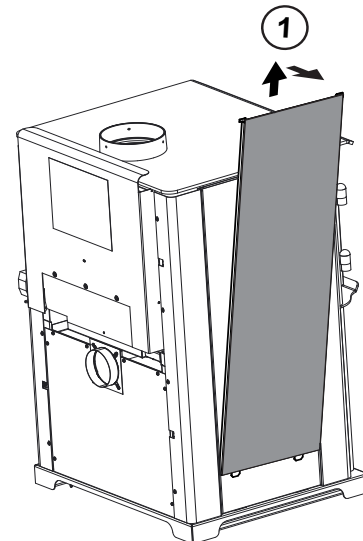

Figure 24.3
1. Retirez le panneau complet du côté en le soulevant et en le retirant de l'appareil (utilisez un outil plat afin de forcer le bas au besoin) (**Figure 24.3**).
2. Retirez le cadre des tuiles du côté de l'appareil en le soulevant et le retirant de l'appareil. **La figure 24.3 présente le retrait du panneau latéral complet.**